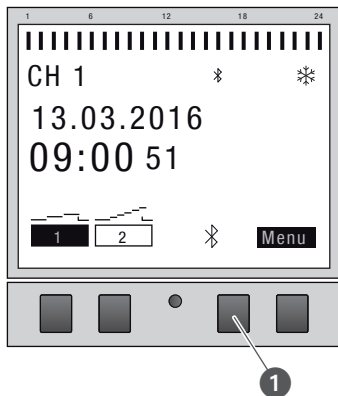

Abb. 20: Bluetooth-Verbindung an der Verteilerschaltuhr aufbauen
1. Die Bluetooth-Taste (Abb. 20/①) an der Verteilerschaltuhr drücken.